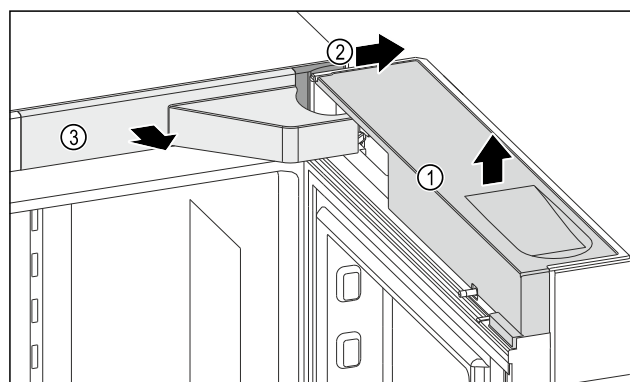

Fig. 11
- Abdeckung Fig. 11 (1) abnehmen.
- Abdeckung Fig. 11 (2) abnehmen.
- Abdeckung Fig. 11 (3) abnehmen.